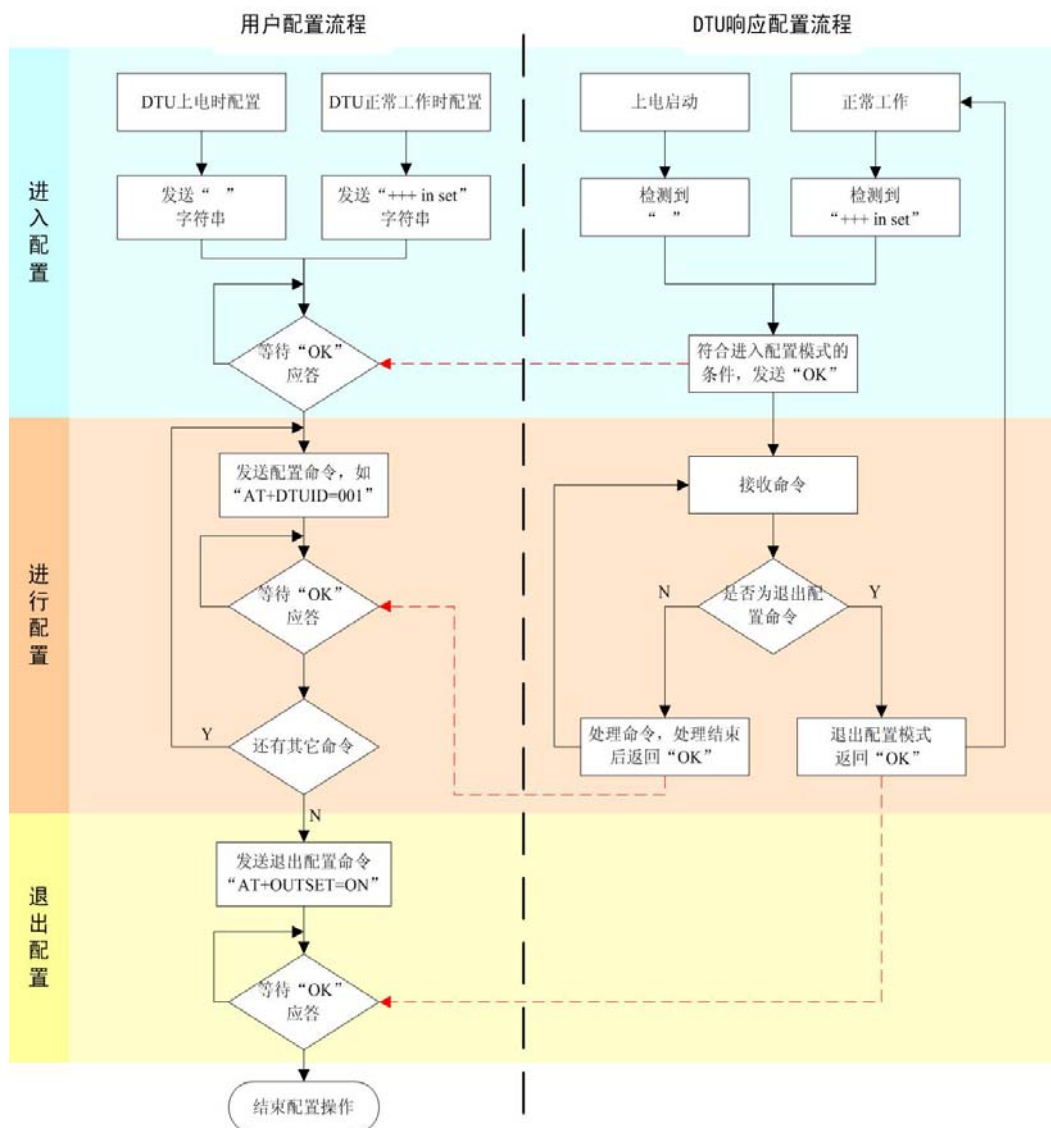

图 2.1 DTU 配置操作流程
整个配置流程如图 2.1所示，下面的内容将按流程顺序分别介绍各个操作步骤，为了使您可以方便正确的配置和读取这些参数，请仔细阅读这些内容。
- **在DTU上电时：**根据图 2.1所示的配置流程可知，DTU在上电时会检测串口上是否有ASCII码为“ ”（空格，十六进制数为 0x20）的数据出现，有则认为用户要求进入配置模式。所以我们只需要在DTU上电前，通过串口不断向DTU发送空格字符串，对应的HEX值为“0x20”（按住键盘空格键，波特率 57600、8 位数据为、1 位停止位、无校验），然后给DTU通电，即可进入配置模式。由这种方式进入配置模式，默认是打开调试信息功能的（有回显，方便用户使用超级终端等工具进行配置）。